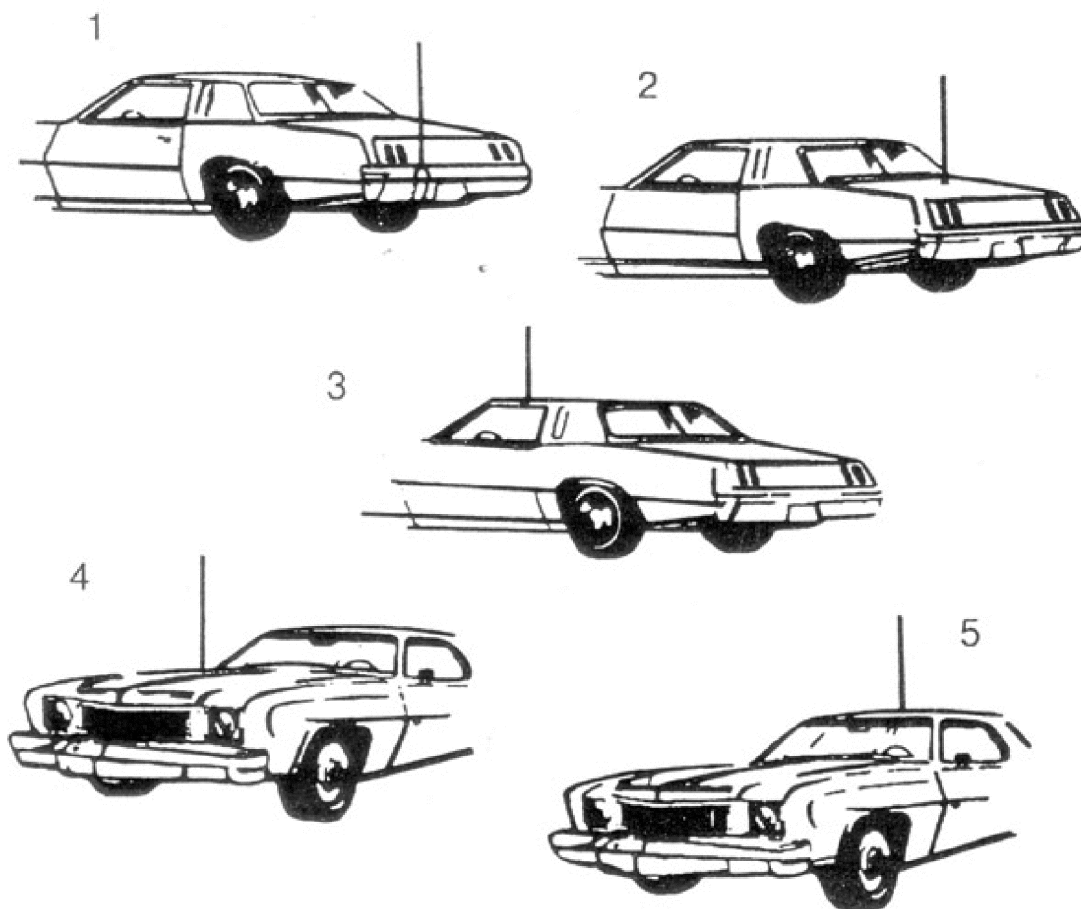

Рис. 6. Типичные места установки автомобильных антенн.
В общем случае имеются два типа антенн для мобильных Си-Би радиостанций - полноразмерный штырь длиной  $1/4$  волны (2,75 м) и укороченная согласованная штыревая антенна (от 0,5 до 1,9 м). Из-за большой длины полноразмерных антенн на автомобилях применяются, в основном, укороченные антенны длиной не менее 1,2 м, в различных конструктивных исполнениях с креплением через отверстие в крыше, на кронштейне за отбортовку водостока или на магнитном основании (см. рис. 6).
На рис. 6 показаны пять типичных мест установки автомобильной антенны: (1) задний бампер, (2) задняя крышка багажника, (3) отбортовка для стока воды, (4) капот, (5) крыша.